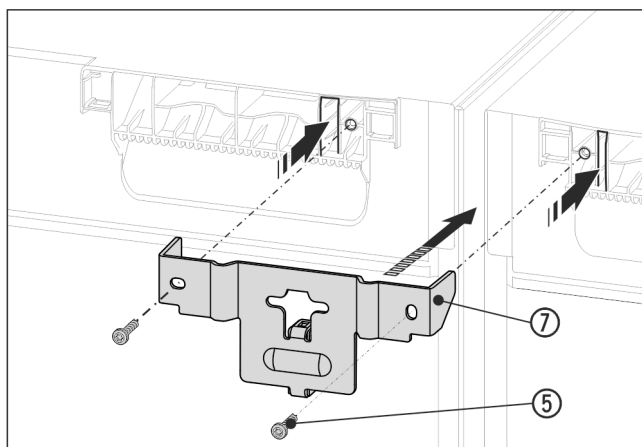

Fig. 14 Représentation à titre d'exemple
- Pousser l'équerre Fig. 14 (7) avec l'entretoise entre les appareils avec les languettes dans le plafond de l'appareil. Serrer fermement avec 2 vis Fig. 14 (5).